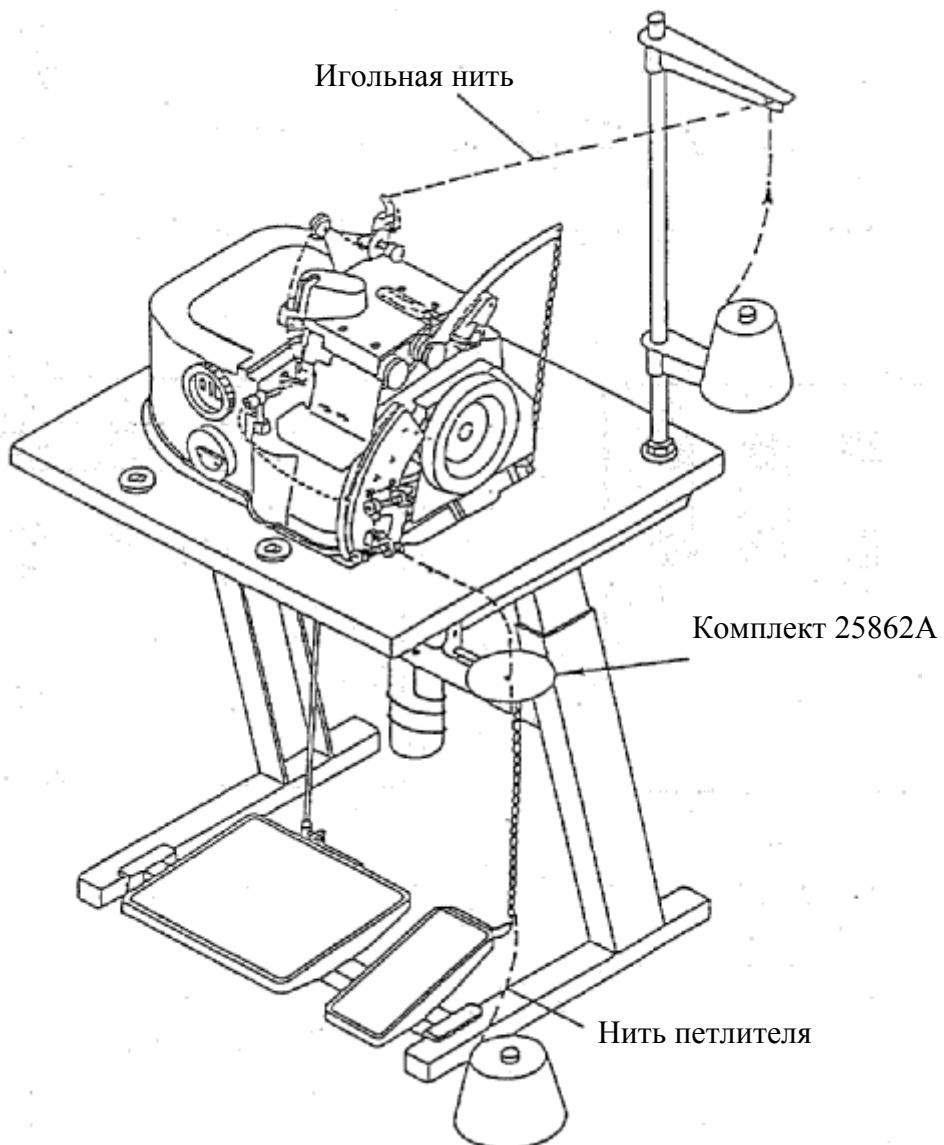

Рис.1
2. Приводной ремень должен иметь умеренное натяжение. Слишком сильное натяжение ремня может привести к деформации валов машины. Правильное натяжение приводного ремня показано на Рис.1.